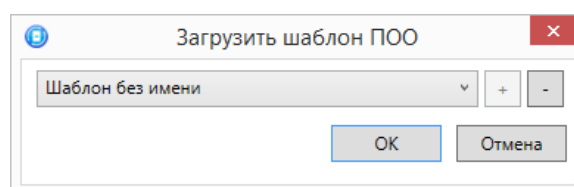

Рисунок 4.58 — Окно *Загрузить шаблон ПОО*
- *Загрузить шаблон настроек*: открытие окна *Загрузить шаблон ПОО* (см. рисунок 4.58), с помощью которого может быть сконфигурирован контроллер по предварительно созданному шаблону. Чтобы применить шаблон, выберите его в списке и нажмите кнопку *ОК*. Чтобы удалить один из сохранённых шаблонов, выберите его в списке и нажмите кнопку .